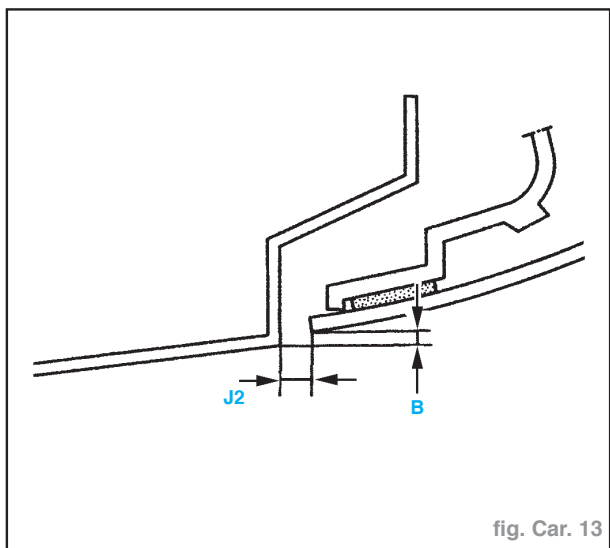

fig. Car. 13
- Agir simultanément sur le désaffleurement latéral avec les ailes (**B = 2,4 à 3 mm**) (fig. Car. 13).